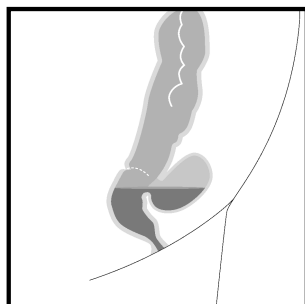

Fig. 1
3. Mät läckagekaviteten (längd och diameter) visuellt med endoskopet för att fastställa längden och diametern på svampen. Storleken på svampen bör väljas så att den endast ligger i läckagekaviteten, utan att komma åt intakta slemhinnor. Ta bort endoskopet efter mätningen (Fig. 1).